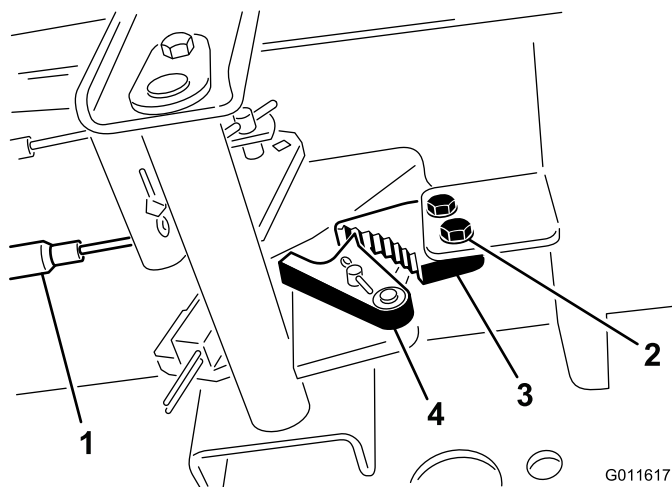

Рисунок 68
1. Ослабьте два винта крепления защелки стояночного тормоза к раме (Рисунок 68).
2. Нажмите педаль тормоза вперед, пока углубление тормоза не войдет полностью в зацепление с защелкой тормоза (Рисунок 68).